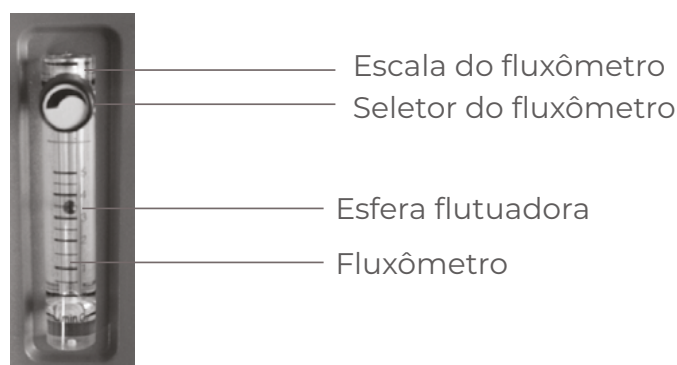

Figura 3: fluxômetro
- Gire o seletor do fluxômetro até a quantidade de oxigênio prescrita pelo seu médico ou fisioterapeuta. Direcione o centro da esfera flutuadora ao valor prescrito, girando o seletor em sentido anti-horário para aumentar a vazão de saída de oxigênio, e no sentido horário para diminuir. Enquanto isso, o copo do umidificador terá bolhas de ar ao redor do difusor. Então, o oxigênio virá da saída de oxigênio. (Figura 3)